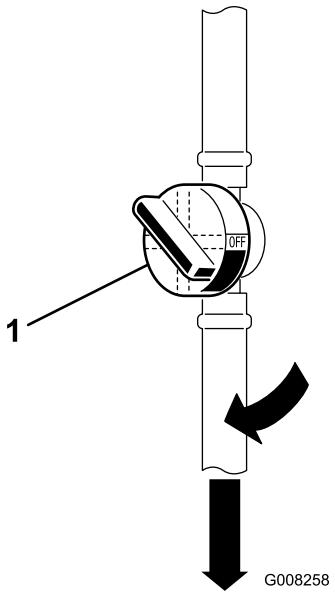

Figure 8
1. Ouvrez le robinet d'arrivée de carburant situé entre le réservoir de carburant et le moteur (Figure 8).